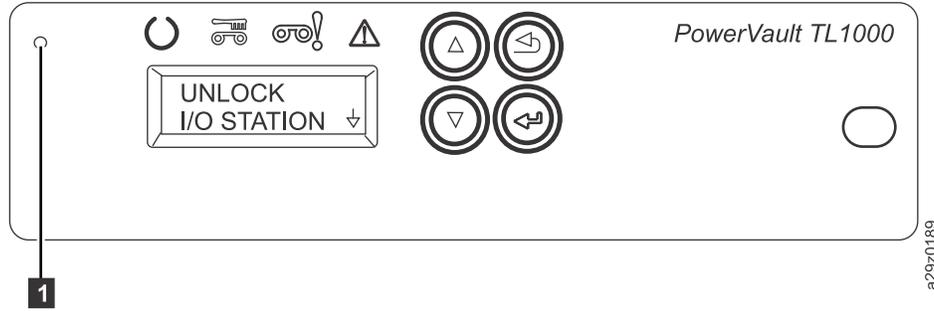

Figura 114. Agujero de acceso de liberación de bloqueo del cargador de cartuchos
1. En el panel frontal, ubique el agujero de acceso para el mecanismo de liberación de bloqueo del cargador de cartuchos en la parte izquierda del Panel de operador (**1** en Figura 114 en la página 122).